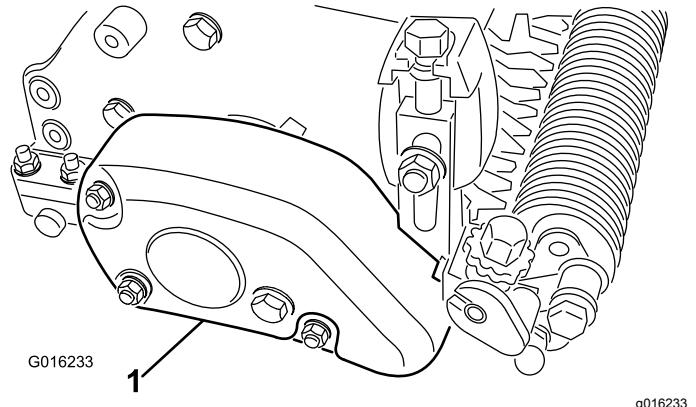

Figura 29
1. Remova a cobertura da correia da caixa do rastelo (Figura 29).